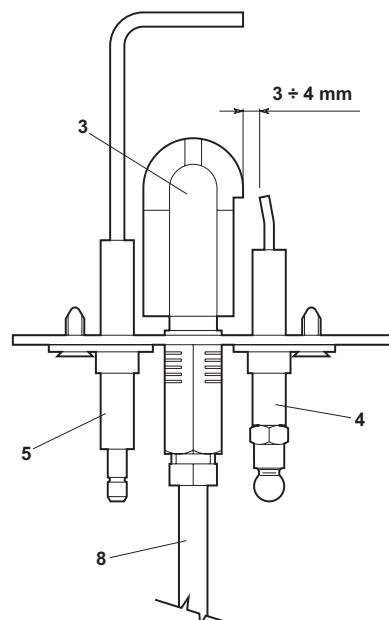

fig. 10
- Os eléctrodos não devem conter incrustações e devem estar posicionados correctamente (vide fig. 10).
Verifique se os eléctrodos estão correctamente posicionados e sem incrustações (vide fig. 10).